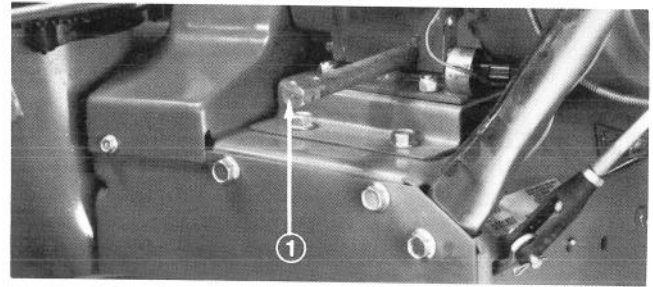

Abb. 31
3. Die Umgebung des Ölablassstopfens reinigen und die Ablasswanne unter den Ablassstutzen stellen. Dann den Ablassstopfen herausschrauben (Abb. 31).